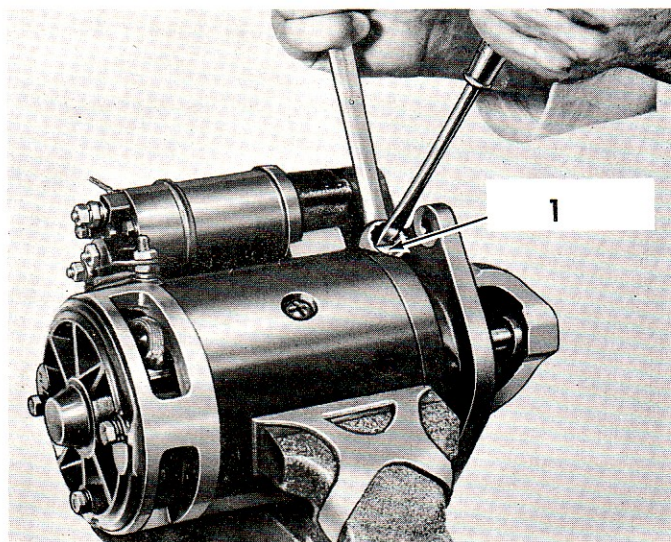

Fig. 50.
- d. Si ce jeu est incorrect, desserrer le contre-écrou de l'axe d'articulation de la fourchette de commande (Fig. 50), tourner cet axe dans le sens des aiguilles d'une montre pour augmenter le jeu en bout ou dans le sens inverse pour le diminuer.
4. Après réglage du jeu en bout, maintenir l'axe d'articulation avec un tournevis et serrer le contre-écrou (Voir Fig. 50).